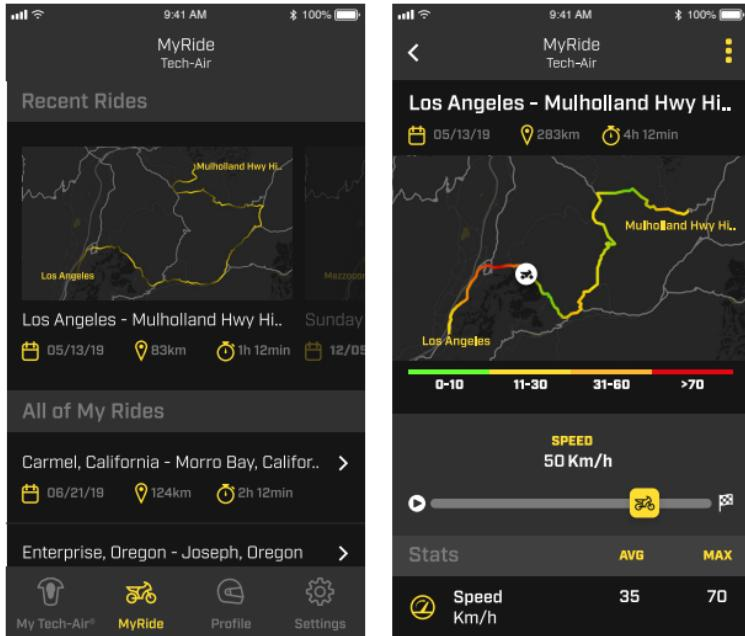

Figur 18: Udsnit af udløst Tech-Air® system (venstre) og udsnit af meddelelse om udskiftning af airbag (11) (højre).
I tilfælde af en systemudrulning, og når der ikke er nogen gasinflator (9) til rådighed, vil appen give brugeren besked om denne status ved at vise meddelelsen "SYSTEM DEPLOYED" som vist i figur 18.